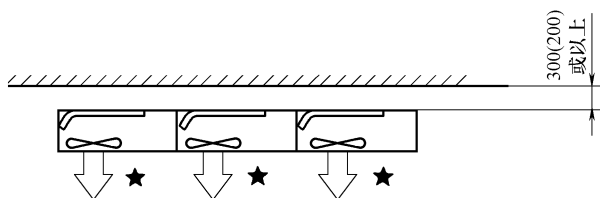
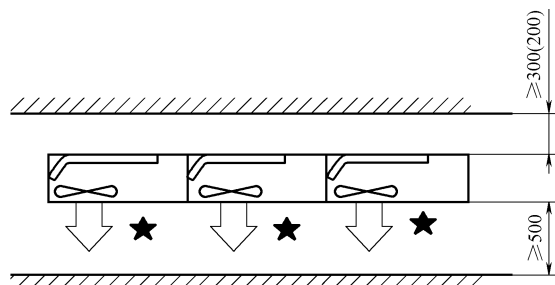

图 3-24 左右连续设置方式一（出风侧开放设置方式）
图 3-25 左右连续设置方式二（出风侧有障碍墙设置方式）
1) 左右连续设置，请在室外机之间留置 10mm 以上的间隙（★标记表示维修面板一侧），如图 3-24 和图 3-25 所示。